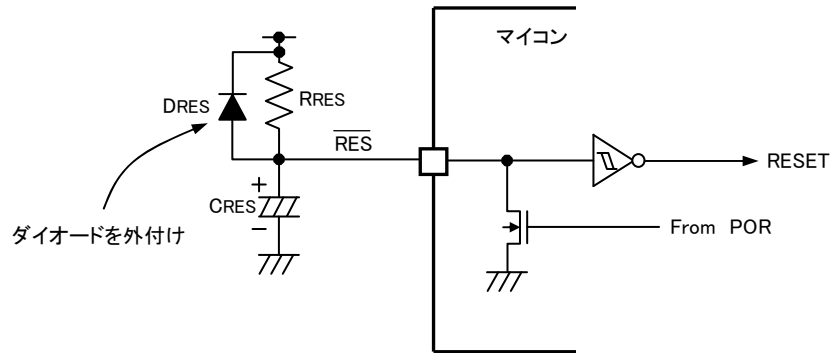

図4-6-8 外部PORのリセット回路構成例
②内蔵リセット回路を使用せず外付けにPOR回路を構成する時
4-7-7-①項と同様に内蔵リセット回路を使用しない場合でも電源投入時に内蔵PORが動作します。しかし、内蔵PORより長いリセット期間を設けたいために外部にもPOR回路を構成し、容量CRESを $0.1\mu\text{F}$ 以上にする場合には、必ず図4-6-8のようにダイオードDRESも外付けしてください。